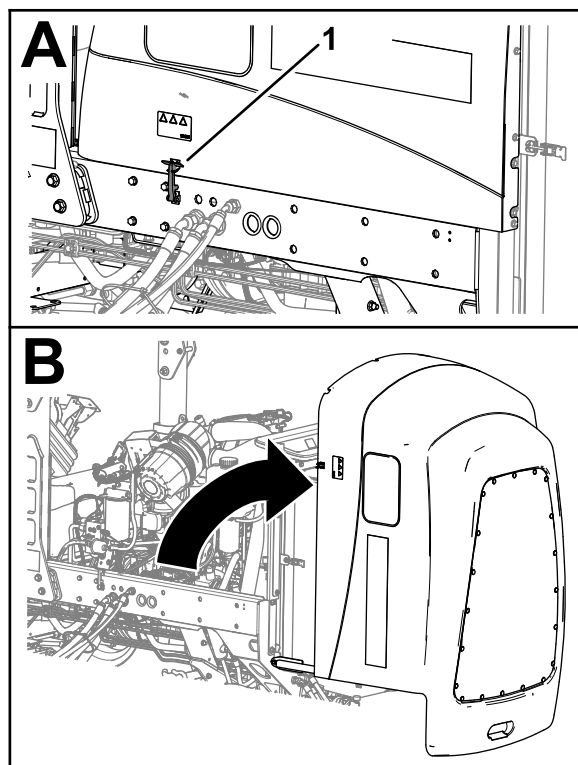

Рисунок 104
1. Разблокируйте 2 защелки капота (Рисунок 104).
1. Отпустите резиновую защелку крышки отсека аккумулятора (Рисунок 104).